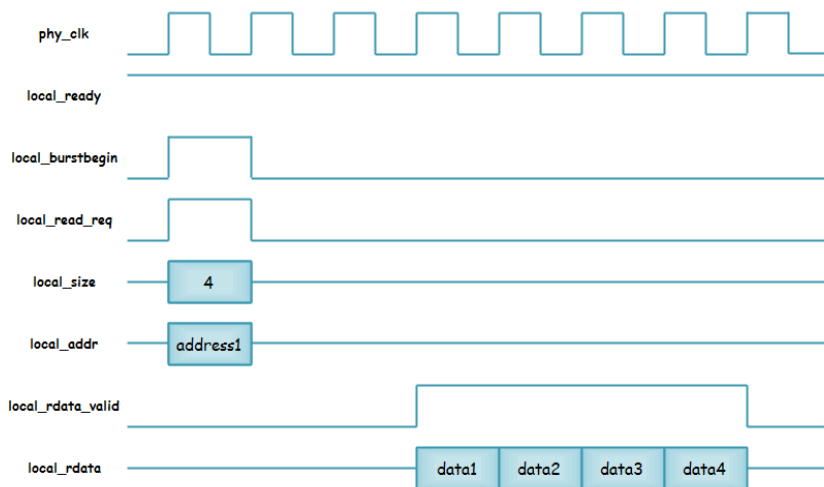

图 14 四个数据读取操作时序
① 如图 14 所示，正常 4 个数据的 burst 读操作。默认情况下，local_addr 为读出的首个数据对应的地址，随后将读出递增地址的数据。